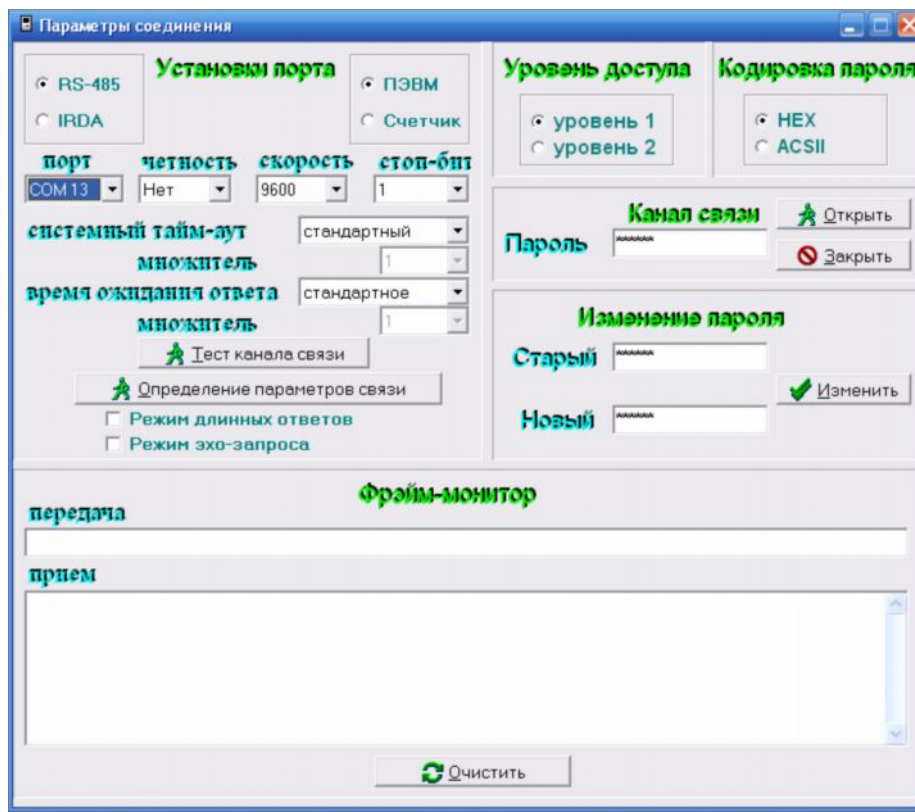

Рис.7
2.2.2.1 Параметры соединения (рис.7).